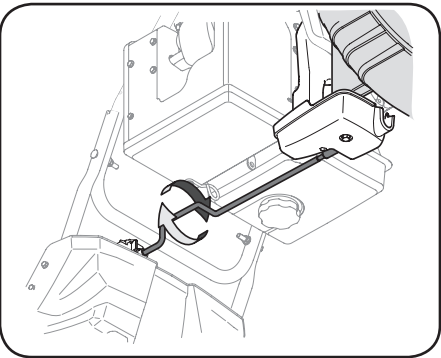

Figure 3-10
4. Prenez la partie en retrait de la tige de commande et tournez la goulotte à la main vers la droite ou la gauche. Voir la Figure 3-10.